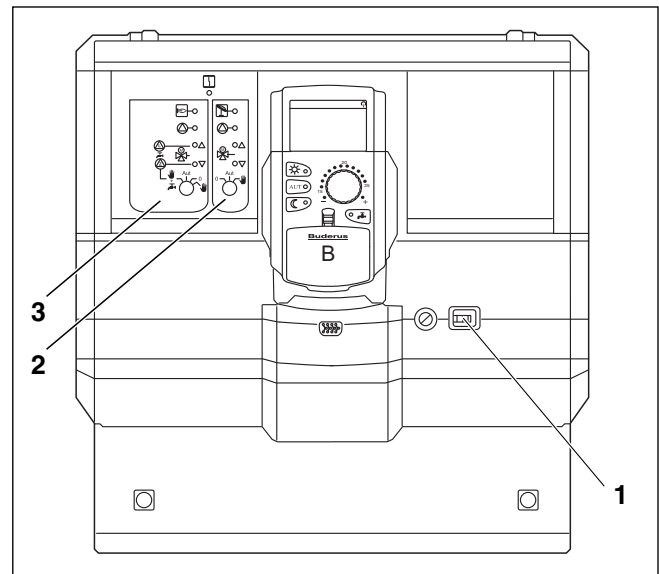

Bild 25 Logamatic 4121
- ▶ Regelgerät am Betriebsschalter (→ Bild 25, [1]) einschalten.
- ▶ Heizkreis 1 (ggf. + Warmwasser) (→ Bild 25, [3]) am Wahlschalter  auf Hand  bzw.  stellen.
- ▶ Heizkreis (→ Bild 25, [2]) am Wahlschalter  auf Hand  stellen.